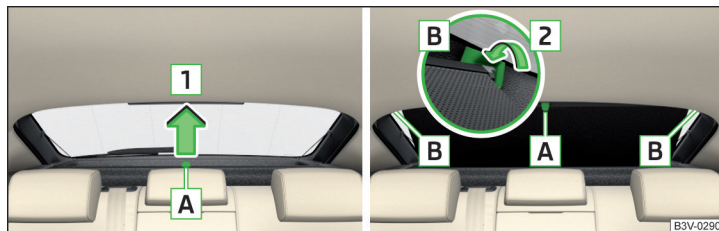

Fig. 57 Rulou parasolar
- Pentru **protecție**, trageți afară ruloul parasolar de mâner **A** în sensul săgeții **1** și agățați-l în suportul magnetic **B** în sensul săgeții **2** » fig. 57.
- Pentru **adunare**, prindeți ruloul parasolar de mâner **A** și scoateți-l din suportul **B** în sensul opus săgeții **2** » fig. 57. Țineți ruloul parasolar în așa fel încât să se poată aduna încet și fără a se deteriora.